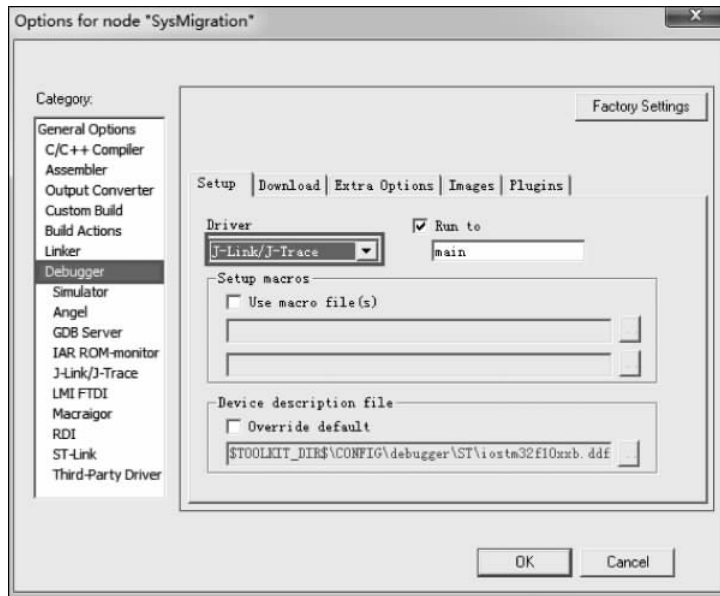

图 5.16 Debugger 选项配置
(3) 在 Debugger 配置页面,将 Driver 选项设置成 J-Link/J-Trace,如图 5.16 所示。
(4) 添加头文件的路径和宏定义。